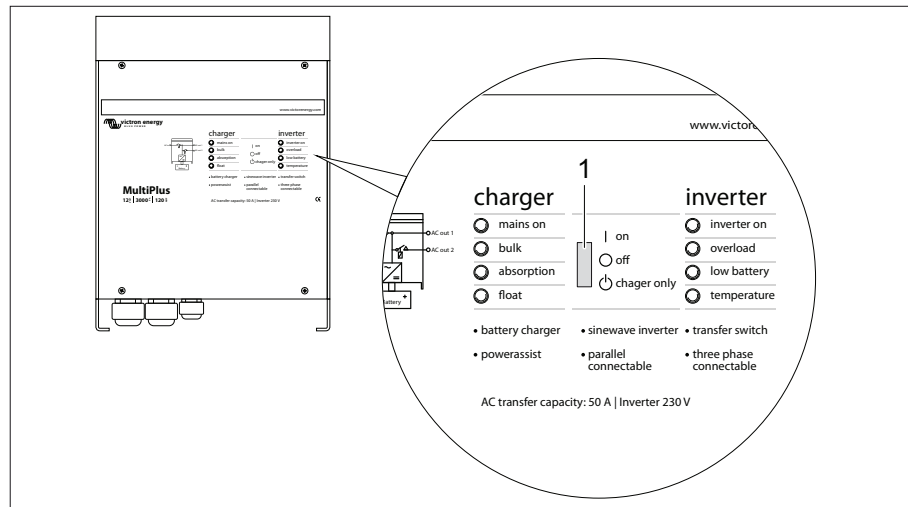

Bild 188 Wechselrichter MultiPlus
Zur ordnungsgemäßen Funktion des Digital Multi Control Panels muss der Kippschalter am Wechselrichter MultiPlus (Bild 188,1) auf "on" stehen.
Stellungen des Kippschalters (Bild 188,1)
- ▷ Liegt kein 230-V-Anschluss an und das Fahrzeug wird länger nicht benutzt, muss der Kippschalter (Bild 188, 1) auf "off" stehen. Ansonsten kann es sein, dass die Batterien nach spätestens 3-4 Tagen leer sind.